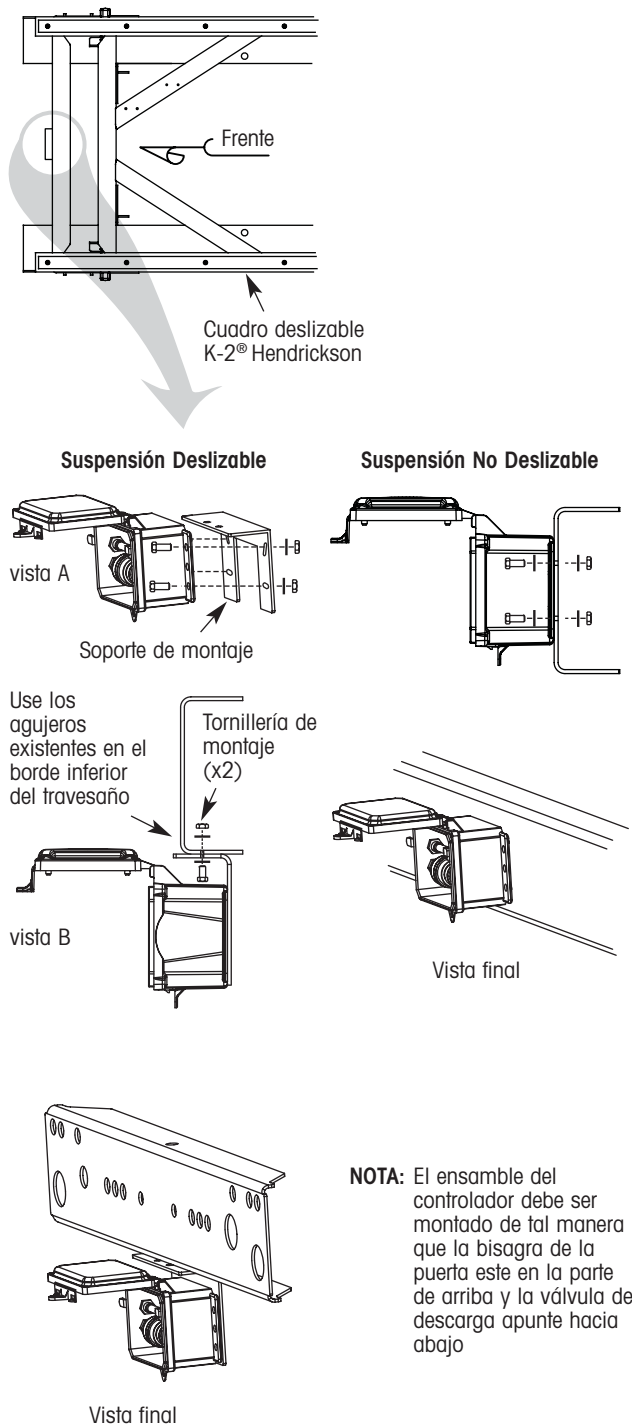

Figura 19. Instalación del ensamble del controlador
Hendrickson recomienda el travesaño delantero como la ubicación de montaje del ensamble del controlador (figura 19). El soporte de montaje esta incluido de tal manera que el ensamble del controlador puede ser montado sin barrenar agujeros en el travesaño. En suspensiones deslizables, el soporte y ensamble del controlador deben estar montadas debajo del travesaño como se muestra en la figura 19 para evitar interferencia con la barra de tope del deslizable. En suspensiones no deslizables, el controlador puede ser montado debajo del travesaño como se muestra en la figura 19 o a la superficie vertical del travesaño si se desea.
1. Sujete cada esquina del ensamble del controlador al soporte con cuatro tornillos de $\frac{5}{16}$ pulgadas, arandelas y tuercas como se muestra en la figura 19, vista A. Oriente la caja de tal manera que la bisagra de la puerta este en la parte de arriba y la válvula de descarga apunte hacia abajo.
2. Sujete el controlador y el soporte de montaje a los agujeros existentes en la superficie inferior del travesaño como se muestra en la figura 19, vista B.
⚠ ADVERTENCIA: El no orientar el controlador y soporte de montaje como se describe arriba y se muestra en la figura 19 puede resultar en una interferencia en la barra de tope del deslizable y daño en el ensamble del controlador.
Utilice el método de montaje del ensamble del deslizable descrito arriba, o sujete cada esquina del ensamble del controlador directamente a la superficie vertical del travesaño con los cuatro tornillos de $\frac{5}{16}$ pulgadas, arandelas y tuercas (figura 19). Oriente la caja de tal manera que la bisagra de la puerta este en la parte de arriba y la válvula de descarga apunte hacia abajo (figura 19).
⚠ PRECAUCIÓN: El ensamble del controlador debe estar montado de tal manera que la bisagra de la puerta este en la parte de arriba y la válvula de descarga apunte hacia abajo (figura 19).